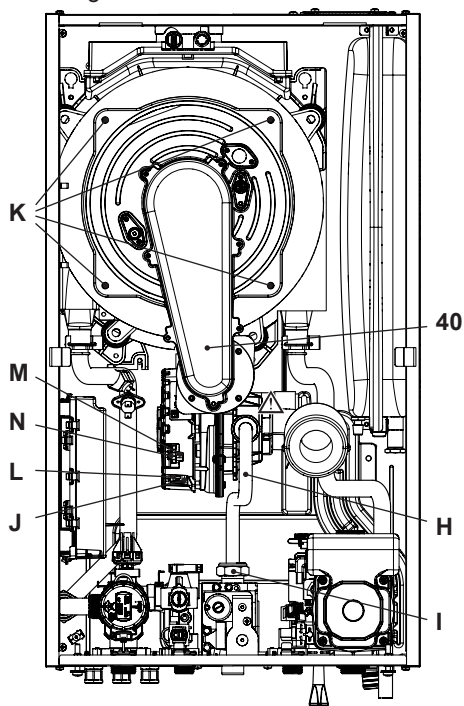

Figura 9.11
Rimozione del gruppo bruciatore ventilatore 40 in Figura 9.11.
- Inserire un cacciavite piano nella rientranza **J** del connettore **L** e fare leva verso il basso, contemporaneamente scollegare il connettore **L** tirandolo frontalmente (Figura 9.11).
- Scollegare il connettore del ventilatore **M** premendo il gancio in plastica **N** posizionato nella parte sottostante del connettore (Figura 9.11).
- Svitare i dadi **K** e rimuovere il gruppo bruciatore ventilatore 40 (Figura 9.11)